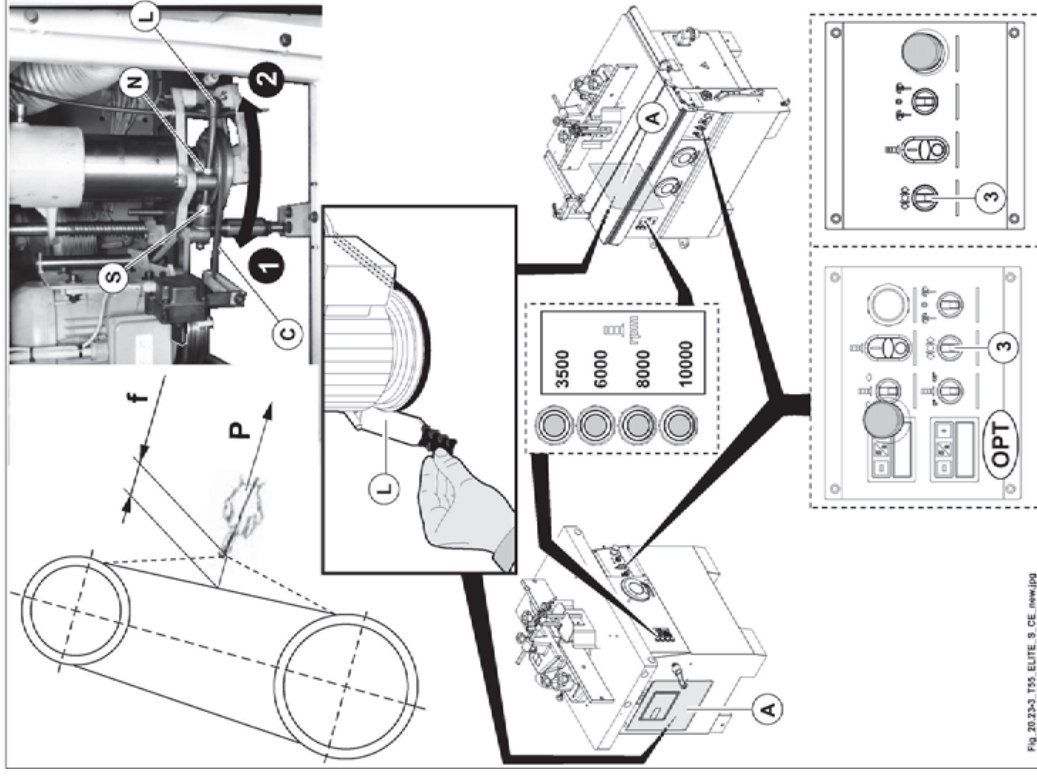

Abb. 20.23-3
- Wählschalter (3 Abb. 20.23.3) auf  drehen; motorbremse gelöst; Meldelampe angezündet.
- Die Tür (A, Abb. 20.23.3) öffnen (es wird ein Endanschlag aktiviert, der die Maschine in einen sicheren Zustand versetzt).
- Den Hebel (L, Abb. 20.23.3) nach vorne ziehen. Nun ist der Riemen (C, Abb. 20.23.3) locker.
- Zum Spannen an den beiden Muttern (S und N, Abb. 20.23.3) drehen, wobei der Riemen gelockert ist, bis der Riemen optimal gespannt ist.
- Den Hebel (L, Abb. 20.23.3) nach hinten drücken. Der Riemen ist gespannt.
- Die Tür (A, Abb. 20.23.3) schließen.
- Wählschalter (3 Abb. 20.23.3) auf  drehen; motorbremse blockiert; Meldelampe verlöscht.